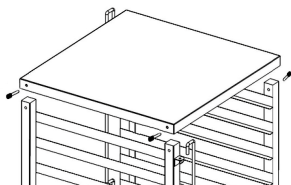

Abb. 2
4. Montieren Sie die obere Abstellfläche an den Seitenteilen mit den mitgelieferten Schrauben (**Abb. 2**).